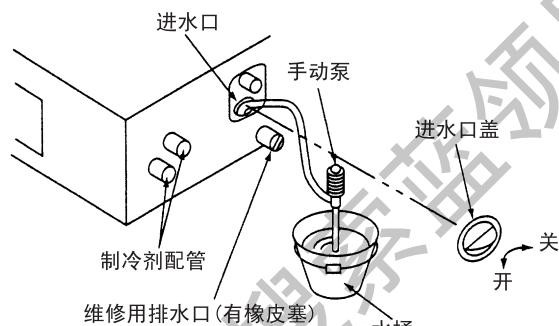

图19
- 打开进水口盖，缓慢加入水约 1000cc，观察排水情况。（请参见图 19）